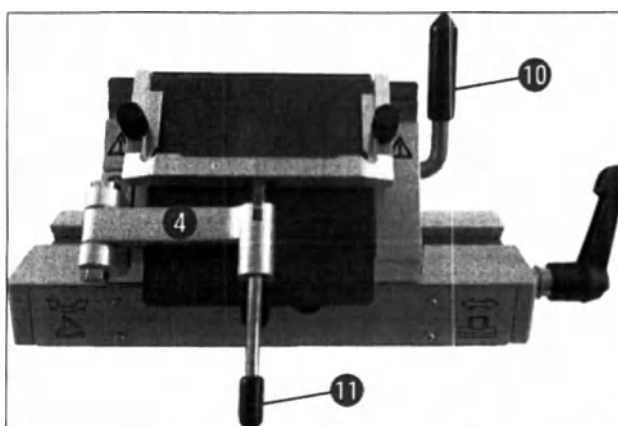

Рис. 32
4. Поверните зажимной рычаг (→ Рис. 32-10) по часовой стрелке для фиксации (→ "Рис. 32").